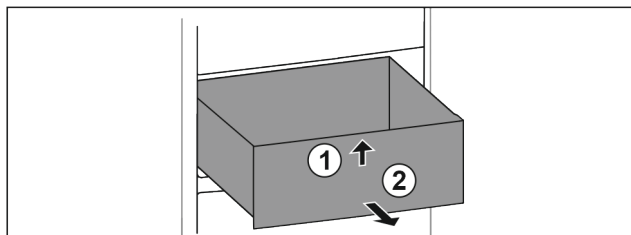

Fig. 138
- ▶ Приподнимите выдвижной ящик спереди. Fig. 138 (1)
- ▶ Извлеките выдвижной ящик движением вперед. Fig. 138 (2)